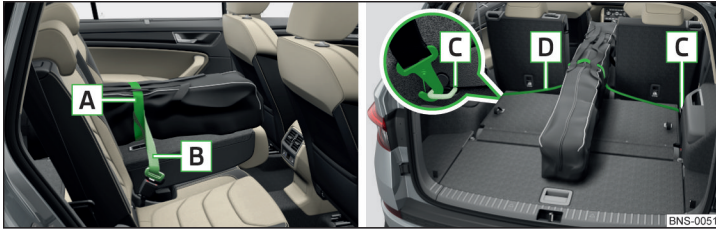

Abb. 129 Durchladesack vorn/hinten sichern
- Das Zugband **A** um die Skier **vor** den Bindungen festziehen » Abb. 129. Das Band muss die Skier fest umfassen.